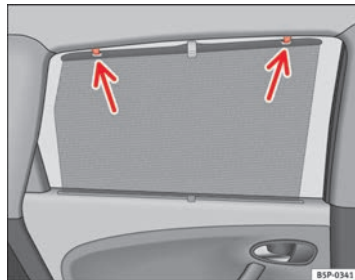

Fig. 83 Persiana puerta trasera
- Desenrolle la persiana y engánchela en los ganchos situados en el marco superior de la puerta ⇒ fig. 83.